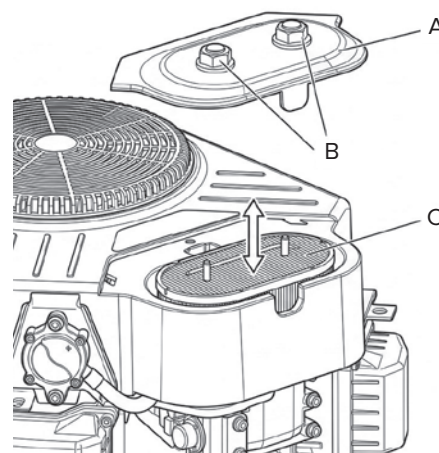

Рис. 4
- Снимите крышку (А, рис. 4), открутив два фиксатора (В).
- б) Снимите крышку (А, рис. 4), открутив два фиксатора (В).
- в) Снимите фильтрующий элемент (С, рис. 4–5).
- ж) Удалите тряпку, установите фильтрующий элемент (С, рис. 4) в посадочное место и закрепите крышку (А).